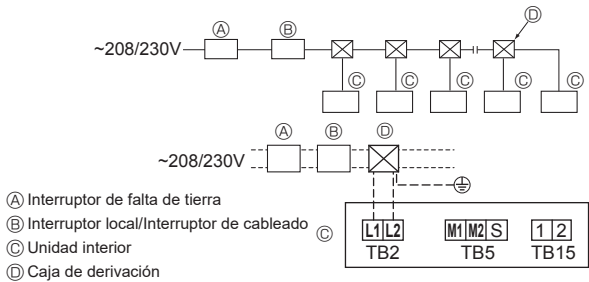

Fig. 4-7
4.3. Cableado de alimentación (Fig. 4-7)